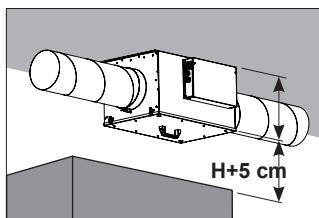

Рис. 5:
- Выберите место установки так, чтобы обеспечить удобный доступ для технического обслуживания, чистки и демонтажа. Для выполнения технического обслуживания, например, смены фильтра, расстояние между агрегатом и другими устройствами, полками или шкафами должно быть не меньше, чем высота агрегата + 5 см (см. рис. 5).